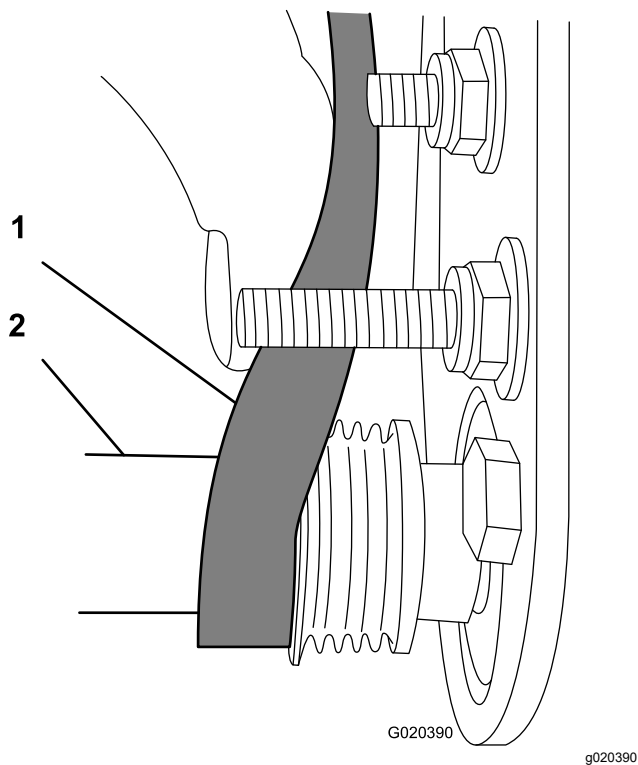

図 15
- 受動プーリからベルトを掛け始める 図 15。
- 深穴ソケット 9/16" を使って、ブラシアセンブリを回転させながら、ベルトを受動プーリに掛けまわす 図 15。